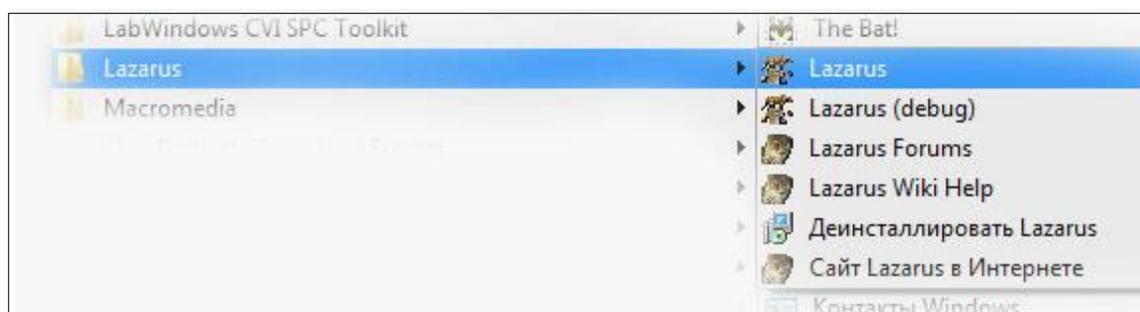

Рис. 50. Меню «Пуск/Программы/Lazarus»
1. Создать проект приложения. Запустите интегрированную среду разработки Lazarus из меню Windows «Пуск/Программы/Lazarus» (рис. 50).